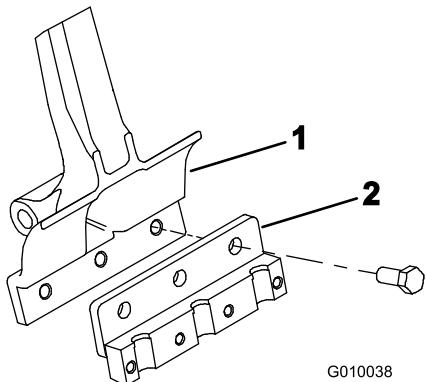

図 22
- 各タインアームにタインホルダーを取り付ける(図 22)；ボルト($1/2 \times 1\text{-}1/4$ in) 3本を使用。ボルトを 101.6 Nm ($10.4 \text{ kg.m}=75 \text{ ft-lb}$) にトルク締めする。